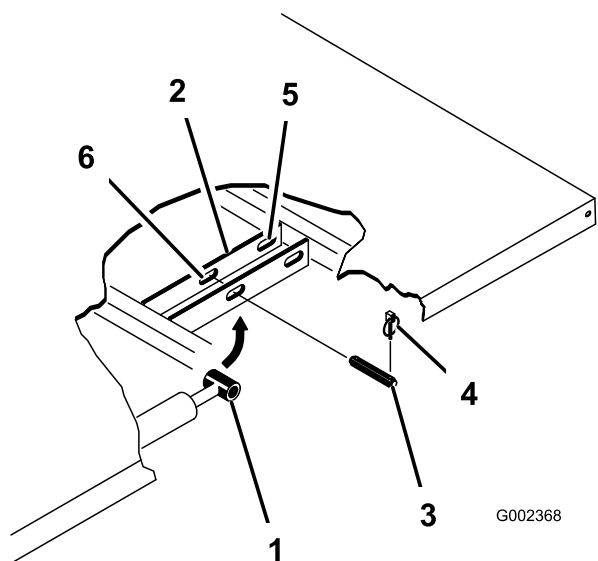

Figure 35
2. Retirez les goupilles à anneau aux extrémités extérieures des axes des tiges de vérins (Figure 35).